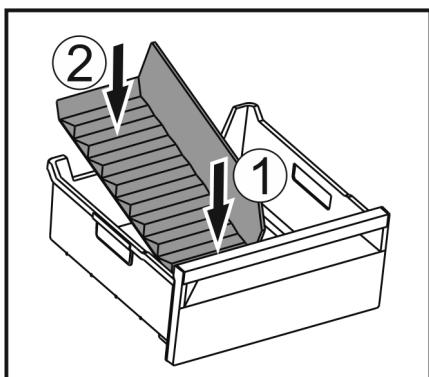

Fig. 35
- ▶ Vložte oddel'ovač najskôr vpred Fig. 35 (1).
- ▶ Spusťte nadol zadnú časť Fig. 35 (2).